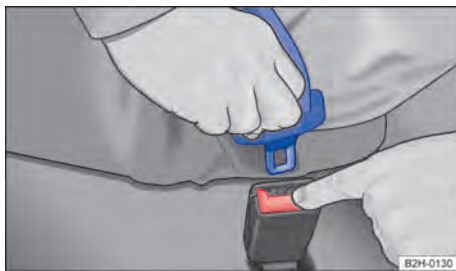

Fig. 56 Soltar a lingueta do cinto de segurança subabdominal do fecho do cinto de segurança
- Pressionar o botão vermelho no fecho do cinto de segurança \Rightarrow Fig. 56. A lingueta do cinto de segurança salta para fora.